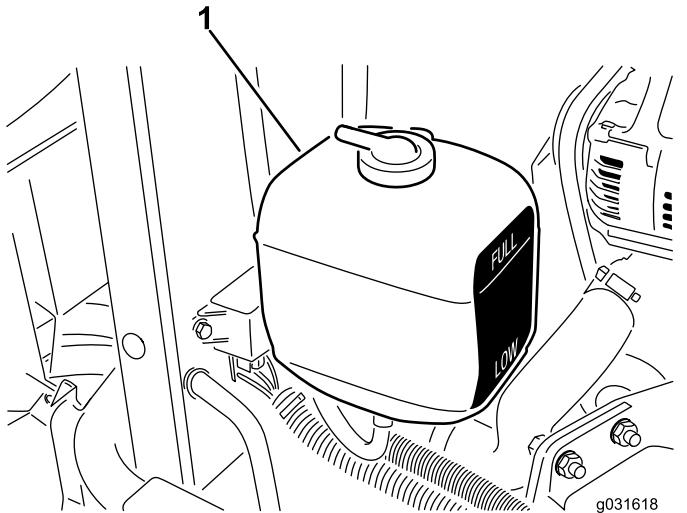

Figura 55
1. Verifique o nível de líquido de refrigeração do depósito secundário (Figura 55).